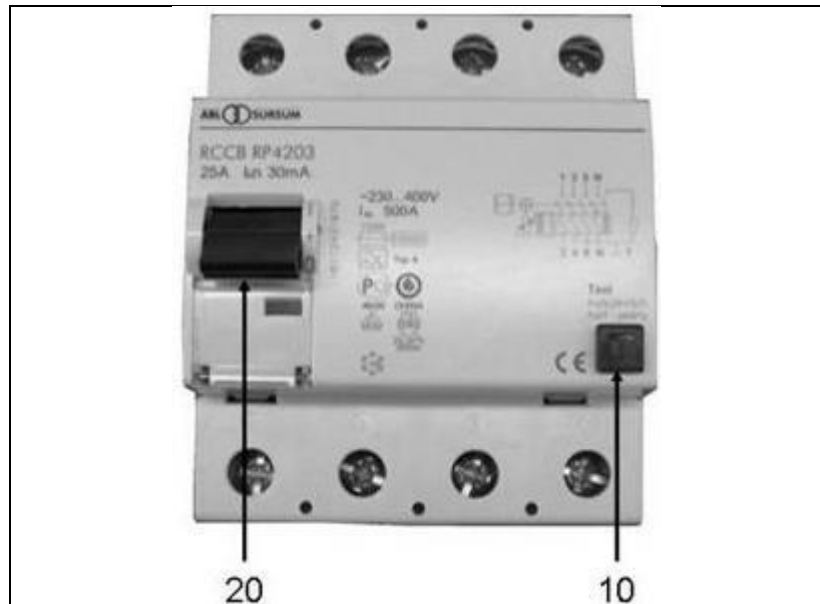

Abb. 5-1: FI-Schutzschalter
2. Zusätzlich ist durch den Benutzer arbeitstäglich durch Betätigen der Prüftaste (siehe Abb. 5-1-(10)) der Fehlerstrom-Schutzeinrichtung (RCD) die mechanische Funktion der Auslösung zu prüfen.
2. Schutzschalter (siehe Abb. 5-1-(20)) in Pos-1 bringen.
3. Testschalter (siehe Abb. 5-1-(10)) betätigen.
- ✓ Die Position des Schalters (siehe Abb. 5-1-(20)) zeigt das Ergebnis an: